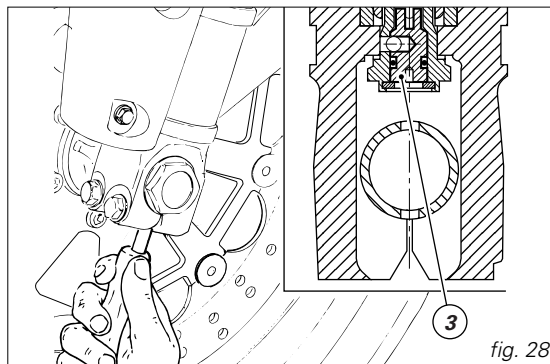

fig. 28
- 3) (fig. 28) para modificar el freno hidráulico en compresión.
Para actuar en el registro (3, fig. 28) introducir un destornillador a través del agujero pasante en el perno rueda en correspondencia del eje varilla horquilla.